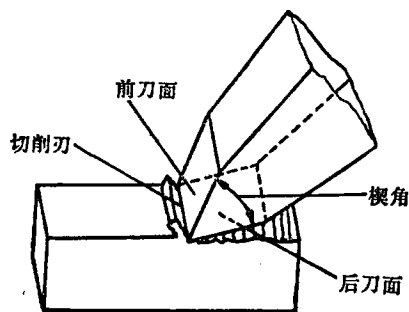

图 1-3 錾子的切削部分
3. 錾子切削部分的角度及刃磨 錾子的切削部分包括两个表面和一个切削刃，如图1-3所示。在錾削过程中，切屑接触的表面称为前刀面，另一表面，即与工件已加工面相对的表面称为后刀面。两面之交线即为切削刃。前刀面与后刀面的夹角称为楔角。显然，楔角越大，錾削阻力也越大，但切削部分的强度也越高。所以，为了减小錾削阻力，在保证足够强度的前提下，楔角尽可能小些。工件的材料不同，楔角的大小也有差异。錾削硬材料，楔角要大些；錾削软材料，楔角要小些。通常錾削铸